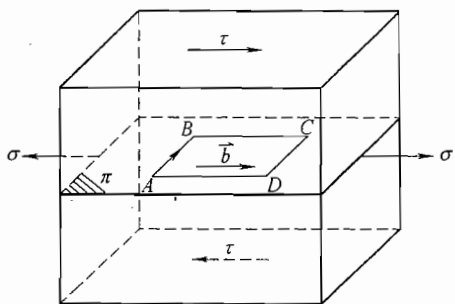

图 42-6 第五题第 3 小题图
3. 有一方框形位错 (如图 42-6) 处于滑移面 π 上